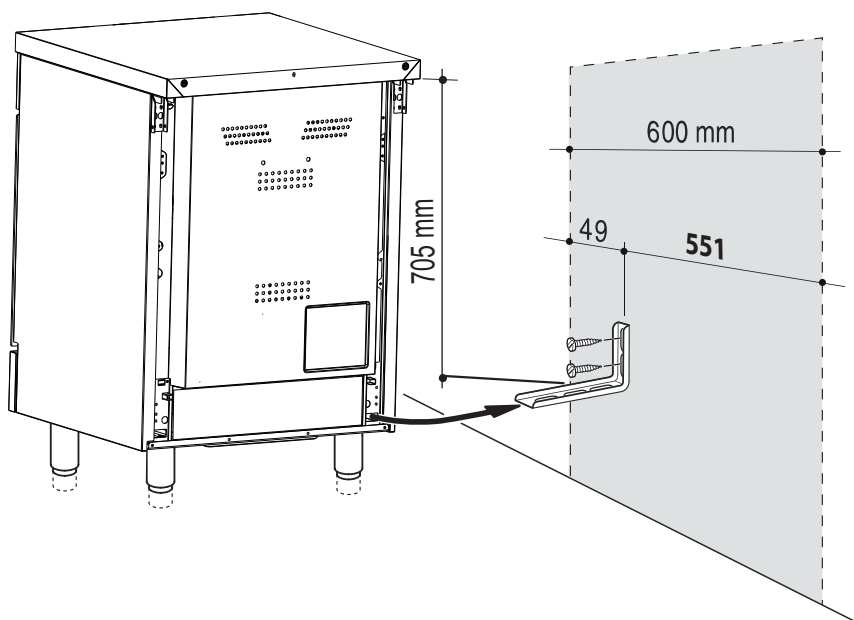

Fig. 1.8
4. Avvicinare la cucina alla parete e regolare l'altezza della staffa antiribaltamento in modo che possa inserirsi nella fessura sul retro della cucina, come mostrato in fig. 1.8.